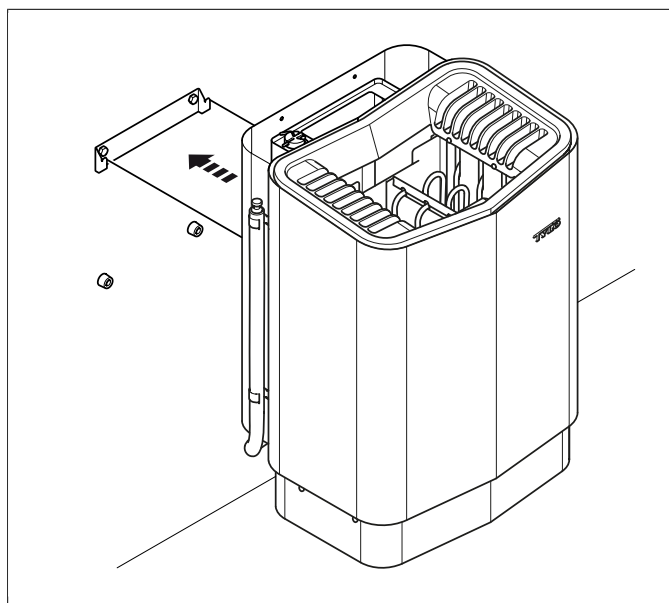

Fig 11: Mise en place du poêle
9. Mettre en place le poêle sur le support (voir **Fig 11**, page 6).